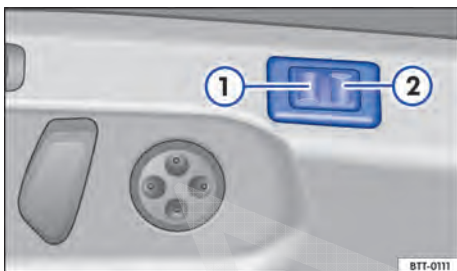

Fig. 45 Interruptor no banco dianteiro esquerdo: ajuste do apoio lateral.
Pressionar o interruptor para frente ⇒ Fig. 45 ① ou para trás ② para encher ou esvaziar as bolsas de ar dos apoios laterais.